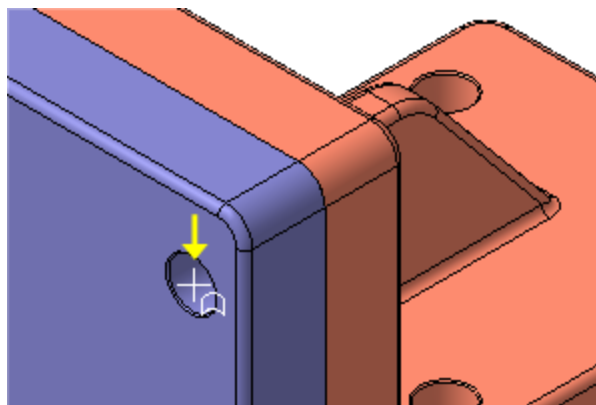

Рисунок 35.
- В окне модели укажите цилиндрическую грань отверстия в Вилке. Это необходимо для определения диаметра болта (рис.35).